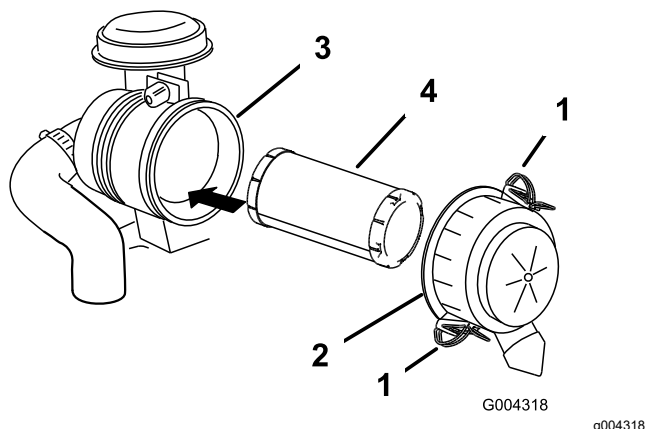

図 42
3. エアクリーナのラッチを外し、ボディーからカバーを抜き出す 図 42。
5. エアクリーナのボディーから、フィルタをすずかに引き出す (図 42)。